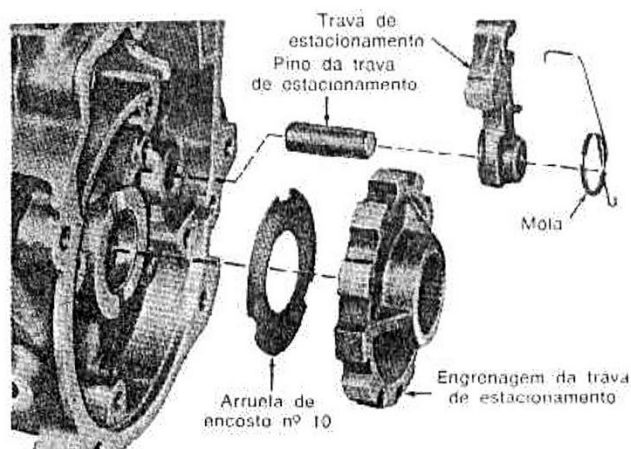

fig. 54 — trava de estacionamento, mola de retorno, pino e engrenagem da trava
2. Remover a mola de retorno da trava de estacionamento, a trava e o pino retentor da mesma (fig. 54).
namento, a trava e o pino retentor da mesma (fig. 54).